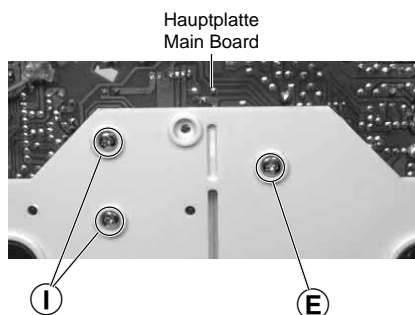

Fig. 2
- Schraube **E** herausdrehen (Fig. 2).